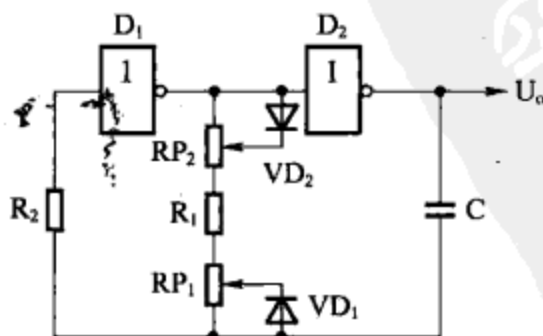

图 8-14
(2) 图 8-14 所示为占空比可调的多谐振荡器电路，由两个非门 D_1 、 D_2 等组成，电位器 RP_1 和 RP_2 用于调节占空比。由于二极管 VD_1 和 VD_2 的存在，调节 RP_1 时只改变电容 C 的充电时间，即只改变输出方波高电平的宽度；调节 RP_2 时只改变电容 C 的放电时间，即只改变输出方波低电平的宽度。